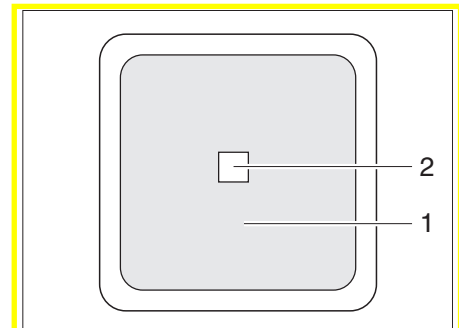

Bild 243 Externer Schalter
- II "Remo." = Gerät kann am externen Schalter (Bild 243,1) ein- und ausgeschaltet werden.
Der externe Schalter für den Wechselrichter (Bild 243) befindet sich im Innenraum des Fahrzeugs oder in der Garage. Der Schalter ist mit der Beschriftung "Wechselrichter" gekennzeichnet. Die LED (Bild 243,2) zeigt den Betriebszustand des Wechselrichters an.